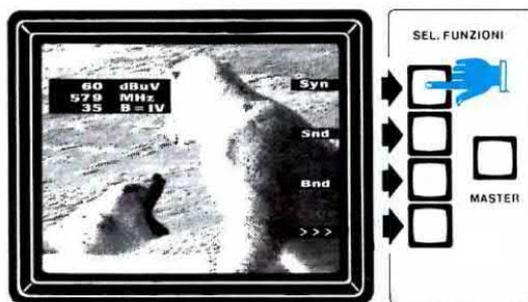

Fig.34 Oltre all'ampiezza in dBmicrovolt, apparirà anche la barra del Vu-Meter. Piggiando il tasto SYN apparirà il quadro di fig.35.
Subito vedrete apparire in alto a sinistra sullo schermo ( vedi fig.34 ) una finestra con nuovi dati, ad esempio :
Sarà utile precisare che utilizzando la funzione **SWAP** non apparirà in basso la **barra orizzontale** bianca del **Vu-Meter** com'era visibile nella fig. 34.
**Fig.51** Portata la barra del Vu-Meter alla massima ampiezza ( vedi fig.34 ) passeremo alla funzione Analizzatore di Spettro e con una risoluzione a 1/16 potremo tarare il trimmer R79 fino a centrare il cursore della sintonia esattamente sul picco dell'emittente.